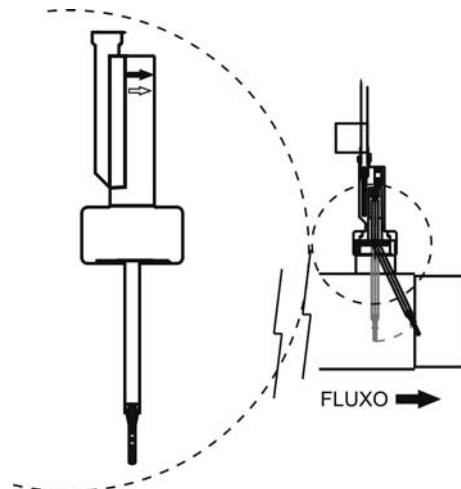

Fig. 11
3. Existe uma seta marcada na cabeça do detector de fluxo. Assegure-se de que a seta fica paralela ao eixo da tubagem e aponta para a direcção do fluxo de água (Fig. 11).